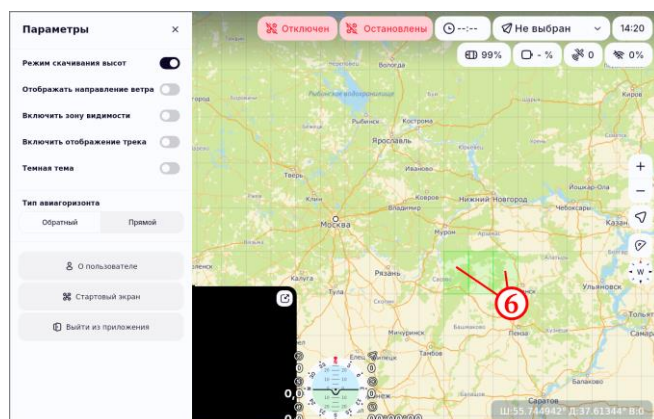

Рисунок 38
- убедиться, что была выполнена загрузка высот: выбранные зоны имеют заливку зеленого цвета (рисунок 38, шаг 6).